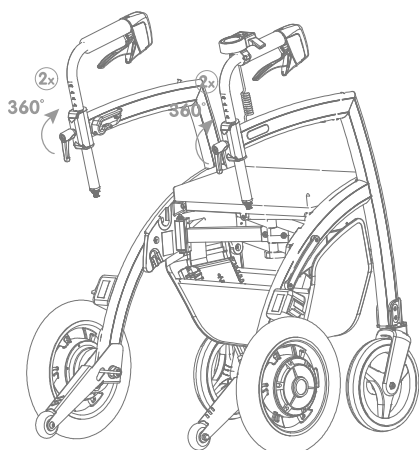
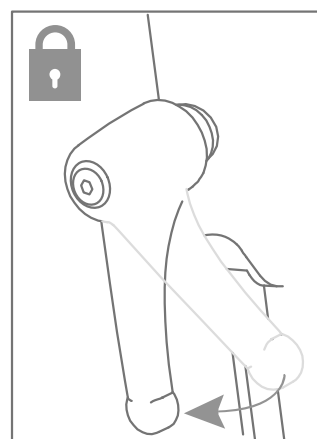

Figure 22: Serrez les poignées de réglages.
Figure 23: Serrer.
- f.** Pour serrer les poignées, tournez-les dans le sens des aiguilles d'une montre (**Figure 22**) et (**Figure 23**).